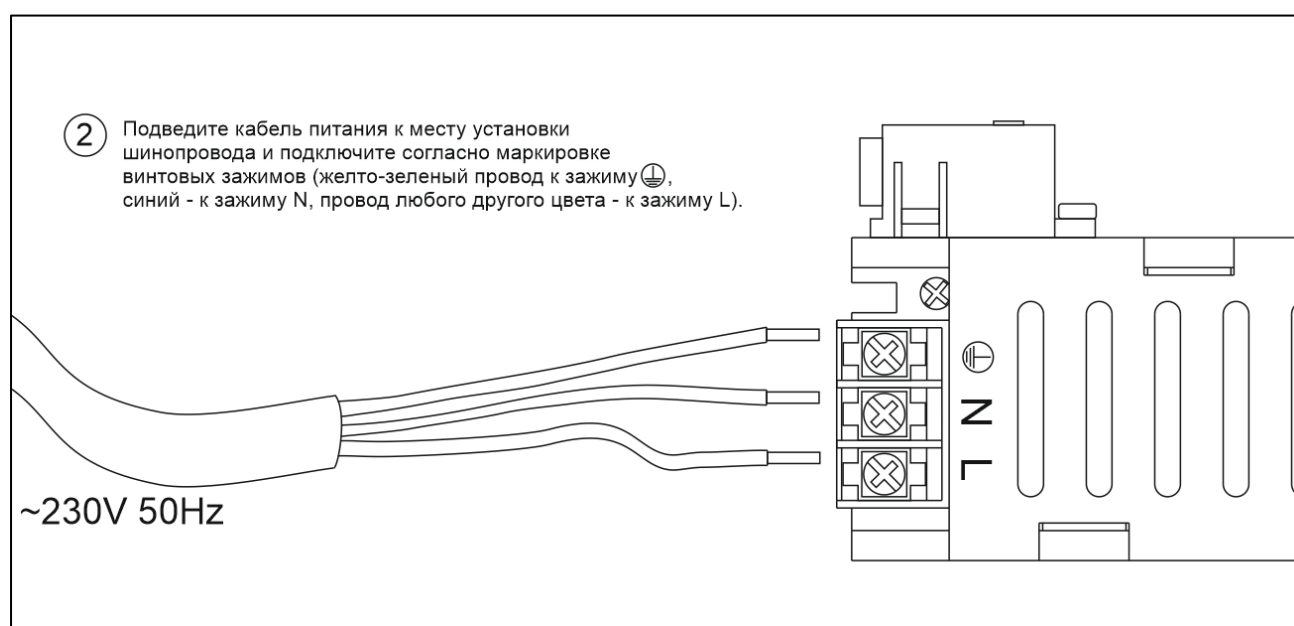

Рис. 2 Подключение сетевого кабеля
- Подвести кабель питания к месту установки шинопровода, подключить его к соответствующим винтовым зажимам на источнике питания (желто-зеленый провод к зажиму $\perp$, синий – к зажиму N, любого другого цвета – к зажиму L). Рис. 2